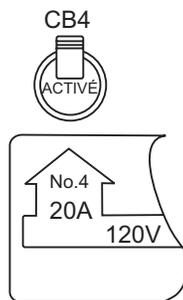

Figure 92. Disjoncteur GFCI ACTIVÉ
2. Placez le disjoncteur GFCI (Figure 92) en position **ACTIVÉ**.